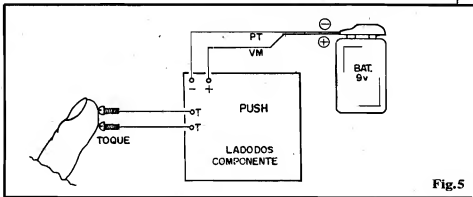

Fig.5
- FIG. 5 - CONEXÕES EXTERNAS À PLACA - Com o Circuito Impresso ainda visto pelo seu lado não cobreado, agora as ligações periféricas (poucas e fáceis...) estão enfatizadas. Atenção à polaridade das conexões à bateria, via cabinhos do "clip", sempre lembrando que o fio vermelho corresponde ao positivo, e o fio preto ao negativo. Observar também as ligações aos contatos metálicos de toque (podem ser dois parafusinhos, ou qualquer outra pecinha metálica, pequena, onde a solda "pegue" bem (de ferro, latão, cobre, etc.). Notem que (dependendo do arranjo final pretendido) convém fazer as ligações aos contatos de toque tão curtas quanto possível, para não ficarem aqueles "baita fiozões" pendurados, atrapalhando o "encaixamento"...